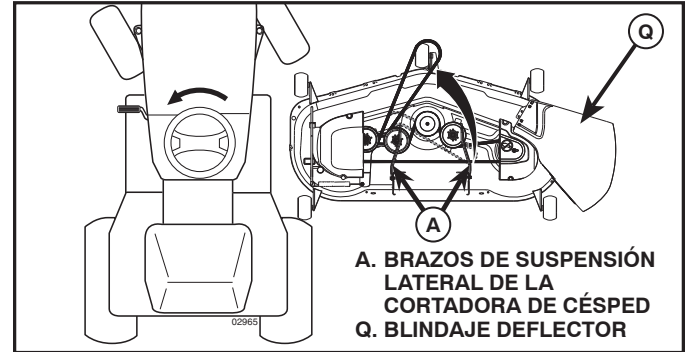

Fig. 7
4. DESLICE LA CORTADORA DE CÉSPED DEBAJO DEL TRACTOR (Vea Fig. 7)
9. INSTALE LA CORREA EN LA POLEA DEL EMBRAGUE DEL MOTOR (M) (Vea Fig. 7 y 15)
- Desenganche la varilla tensora de la correa (K) de la escuadra de bloqueo (L).
- Instale la correa en la polea del embrague del motor (M)